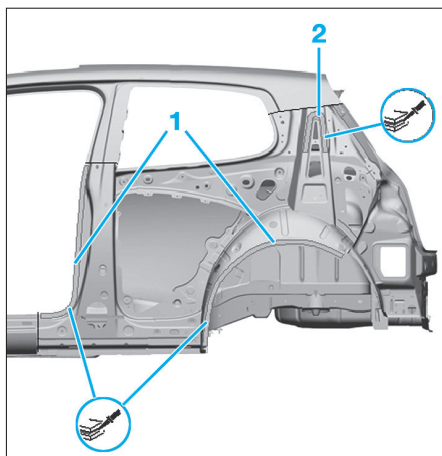

FIG. 133
- Appliquer dans la zone de collage (1) de la colle de montage monocomposant section du cordon triangulaire d'une hauteur de 12 mm (Fig.133).
- Appliquer de la colle bicomposant pour carrosserie dans la zone de collage (2) en réalisant respectivement deux cordons de 4 mm de diamètre environ.